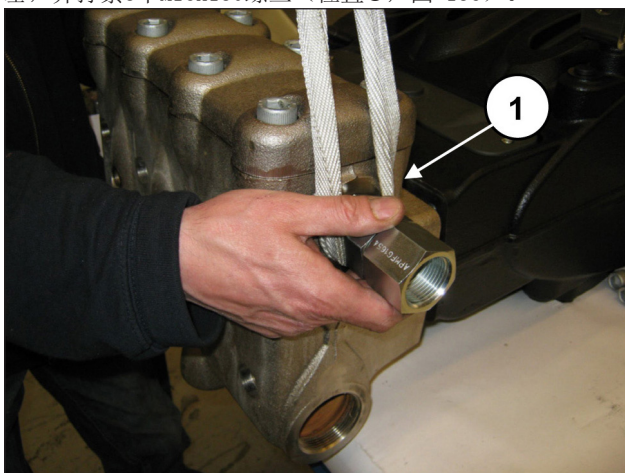
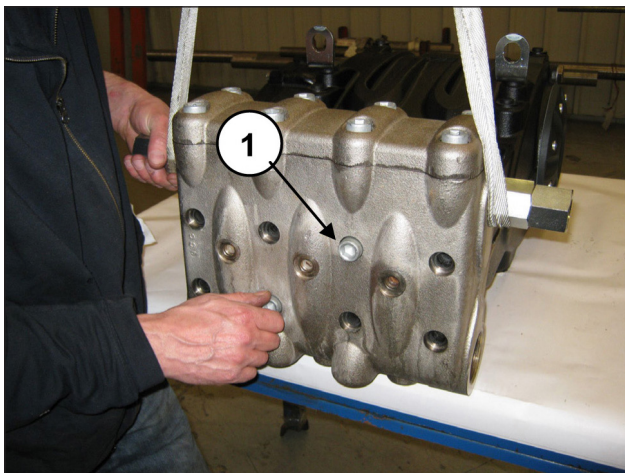

图 135
图 136
将泵头安装在泵壳(位置①, 图 135)上, 注意不要碰到活塞, 并拧紧8个M16x180螺丝(位置①, 图 136)。